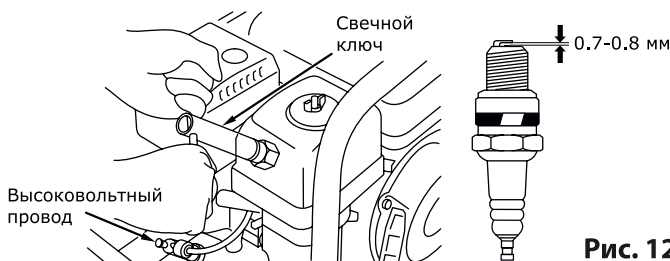

Рис. 12
- Выверните свечным шестигранным ключом (входит в комплект поставки) и осмотрите свечу (рис. 12). Юбка свечи (между керамической частью и металлической частью) должна иметь желтовато-коричневый цвет.
- Проверьте величину зазора между заземляющим и центральным электродами, используя специальный щуп. При необходимости установите зазор 0,7 – 0,8 мм (рис. 12). Установите свечу зажигания в двигатель и надежно затяните. Недостаточная затяжка свечи зажигания может привести к ее перегреву и повреждению двигателя. Рекомендуется использовать качественные свечи марки BPR4ES – BPR7ES (B – диаметр резьбовой части 14 мм; P – с выступающим носиком изолятора; R – с керамическим резистором для подавления радиопомех; 4-7 – тепловой номинал; E – длина ввернутой части 19 мм; S – стандартный тип) производства японской компании NGK или аналогичные.